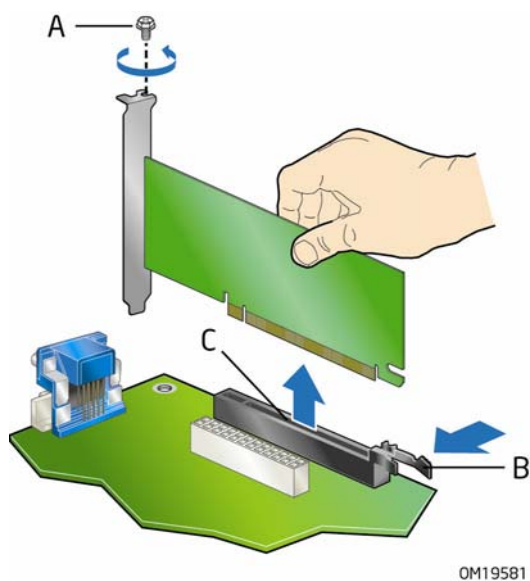

图 22. 拆卸 PCI Express x16 卡
2. 从卡的金属支架上卸下螺丝（图 22 中的 A），将卡从机箱背面板上松脱。
3. 向后推固定架 (RM) 拉杆（图 22 中的 B），使卡固销子从卡的凹口中脱出。